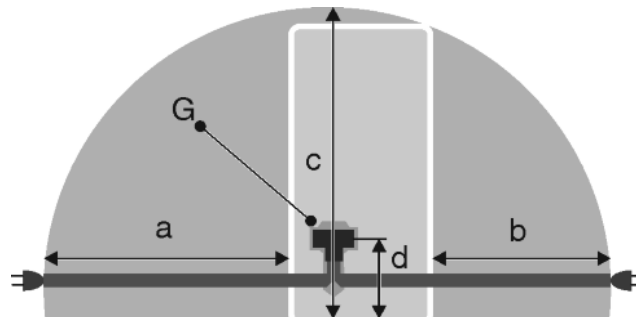

Fig. 23
- Zásuvka leží mimo oblast zadní stěny spotřebiče v dané oblasti Fig. 23 (a, b, c).
- ▶ Zástrčku spotřebiče Fig. 23 (G) zastrčte na zadní straně spotřebiče. Dávejte pozor na správné zaklesnutí.